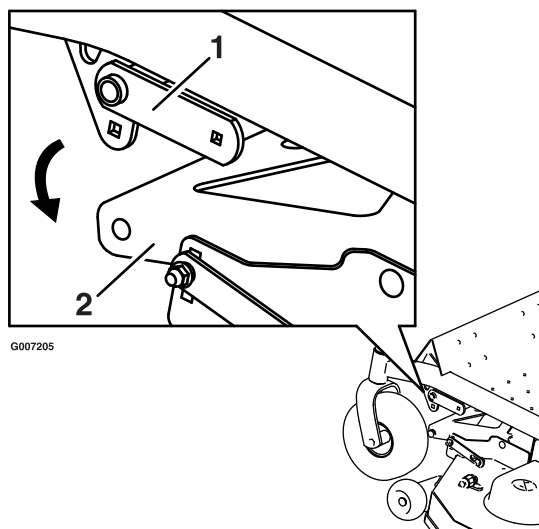
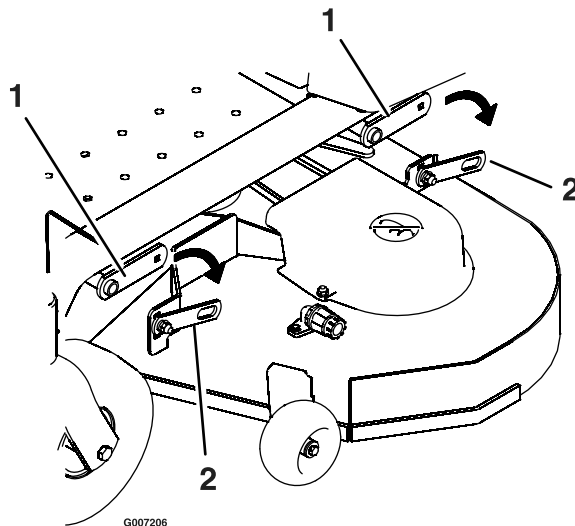

Figura 47
Figura 48
4. Retire los herrajes de la barra de soporte y del brazo de elevación de la plataforma en ambos lados de la plataforma (Figura 47).
5. Retire la tuerca, el perno y el casquillo de pivote del tirante de la plataforma (Figura 47). Baje cuidadosamente la parte delantera de la plataforma del cortacésped al suelo (Figura 48).
5. Utilice los herrajes existentes para acoplar el tirante trasero de la plataforma del cortacésped al brazo de elevación de la plataforma (Figura 48).
6. Acople los herrajes de la barra de soporte y del brazo de elevación de la plataforma en ambos lados de la plataforma (Figura 47).